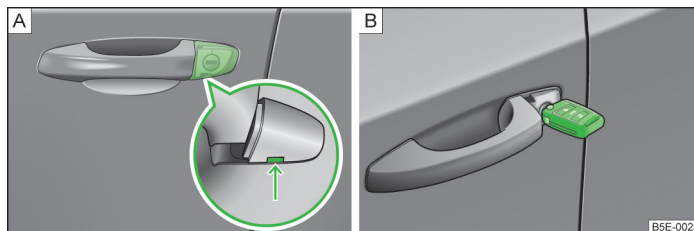

Fig. 209 Maniglia della porta lato conducente: cilindro di chiusura coperto/cilindro di chiusura con chiave
- Inserire la chiave del veicolo nella cavità sul lato inferiore della copertura nell'area indicata dalla freccia e quindi spingerla verso l'alto » **fig. 209 - A**.
- Inserire la chiave del veicolo (tasti rivolti verso l'alto) nel cilindro di chiusura e quindi bloccare e/o sbloccare il veicolo » **fig. 209 - B**.